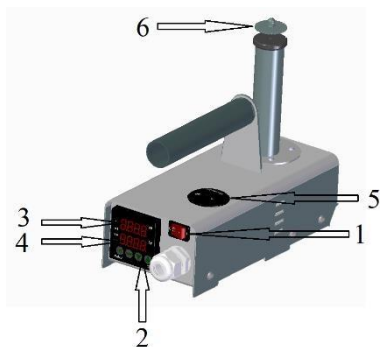
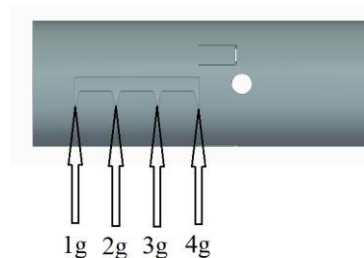

Bild 1: Aufbau des Gerätes
Bild 2: Anzeige und Einstellung der Menge
3. Stellen Sie die gewünschte Temperatur (zwischen 200-230 Grad) mittels Steuerungspfeilen ein (Bild1, Nummer 2).
An der Temperatursteuerung zeigt **PV** (Bild1, Nummer 3) die aktuelle Temperatur des Kessels rot und **SV** (Bild1 Nummer 4) mit Grün die eingestellte Temperatur an.
4. Ziehen Sie **den Dosierer** (Bild1 Nummer 6) aus dem Rohr und stellen Sie die vorgesehene Menge mit Drehen der obersten Druckscheibe ein (Bild2).
12. Beobachten Sie die Spannung des Akkumulators auf der Anzeige (Bild1 Nummer 5). Den 12Volt-Akkumulator sollte man **bei 8 Volt**, den 18Volt-Akkumulator **bei 14,7-15 Volt** Restspannung auswechseln. Unsere Geräte beinhalten bereits auch ein **automatisches Abschaltssystem**: wenn diese kritische Spannung erreicht ist, ertönt ein Signal und der Verdampfer schaltet ab.
13. Nach der Behandlung des letzten Volkes schalten Sie das Gerät aus (Bild1 Nummer 1) und entfernen Sie den Akkumulator.